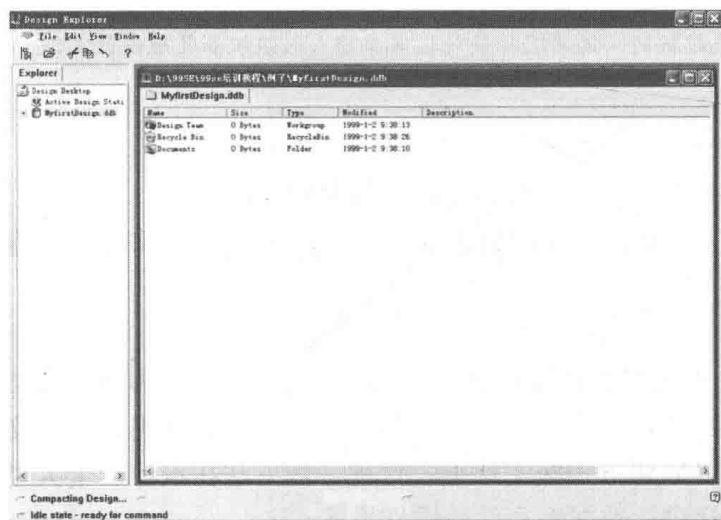

图 1-15 新建的设计数据库文件
- [5] 单击 **保存(S)** 按钮，回到【新建设计数据库文件】对话框，确认各项设置无误后，单击 **OK** 按钮，即可创建一个新的设计数据库文件，如图 1-15 所示。
- [1] 双击图 1-15 中的 **Documents** 图标，打开该文件夹，将新建的原理图设计文件放置在该文件夹下。